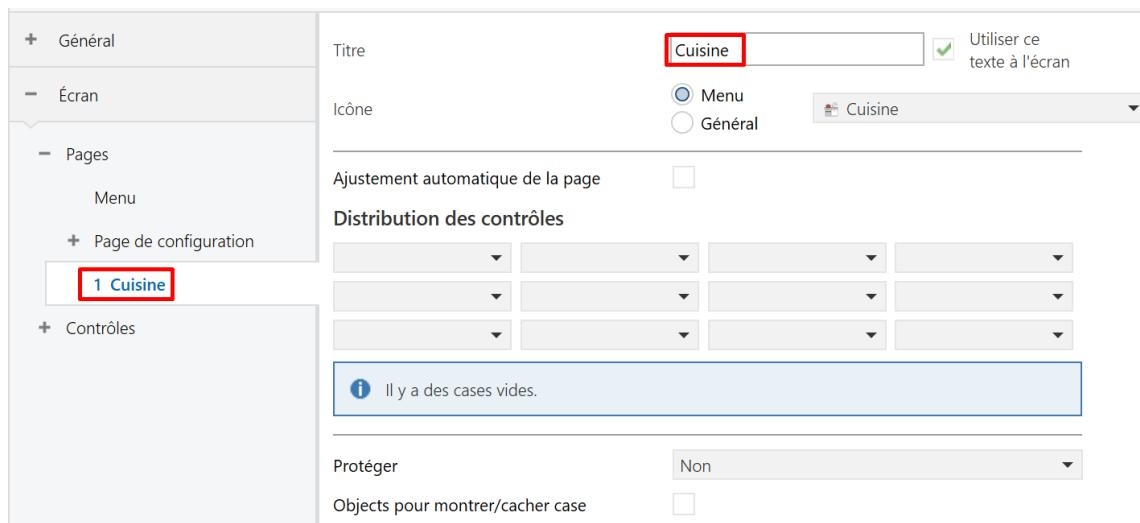

Figure 58. Configuration de la Page n.
- **Titre :** champ de texte qu'identifie chacune des pages habilitées. De plus, ce champ permettra de changer le nom de l'onglet dans le menu de la gauche de ETS, tel et comment se montre dans la Figure 58.